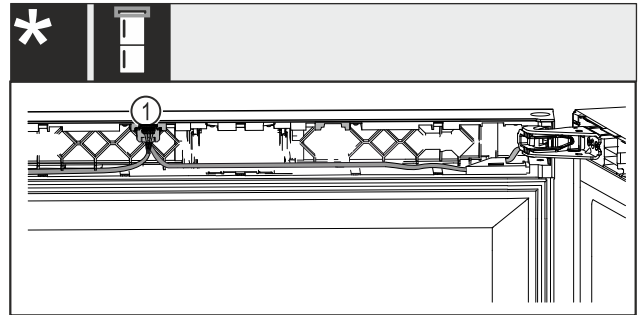

Fig. 39 Kombinált borhűtő-fagyasztókészülékek
- ▶ Pattintsa be a dugót Fig. 39 (1) a vezetősínbe. Minden készülékhez: